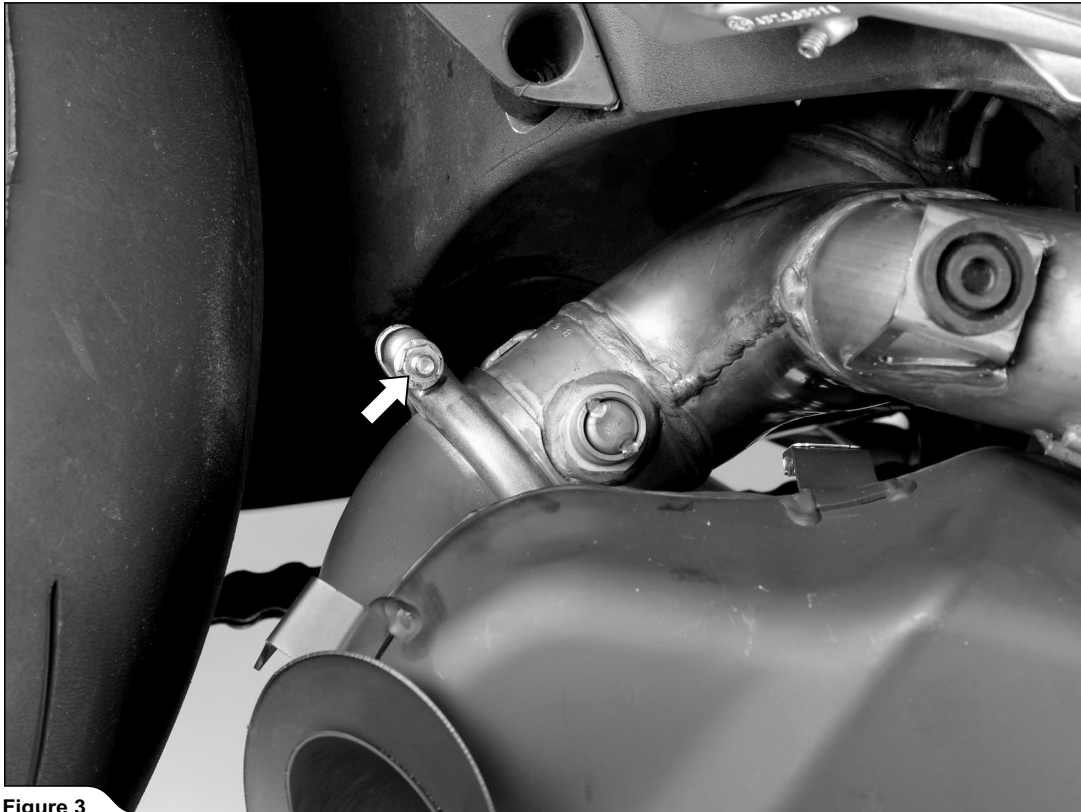

Figure 3
3. 車両の両側から、サイレンサーの図に示すクランプ、ボルト、ナットを緩めて外します。サイレンサーを慎重に車両から取り外します (図 3、4、5、6)。